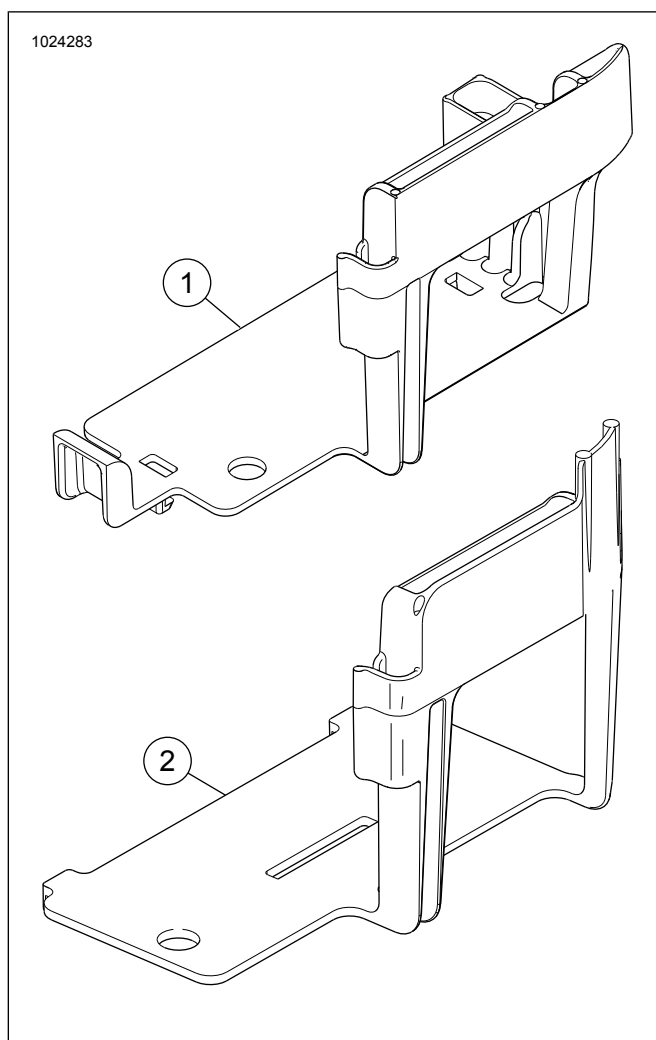

Figure 27. Boîtier de batterie Softail sans modifications
4. Consultez Figure 27 . Retirez le boîtier de la batterie. Consultez le manuel d'entretien.